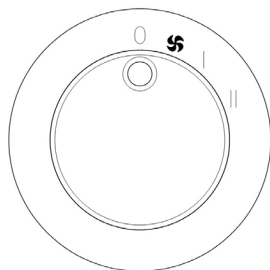

fig. 3
- Per attivare la funzione VENTILAZIONE, ruotare la manopola "B" in modo che il riferimento "I" (fig. 1) sia allineato al simbolo "VENTOLA" presente sul pannello comandi (fig. 3).
- To activate VENTILATION function, turn knob "B" so that reference mark "I" (fig. 1) is aligned with the "FAN" symbol on the control panel (fig. 3).